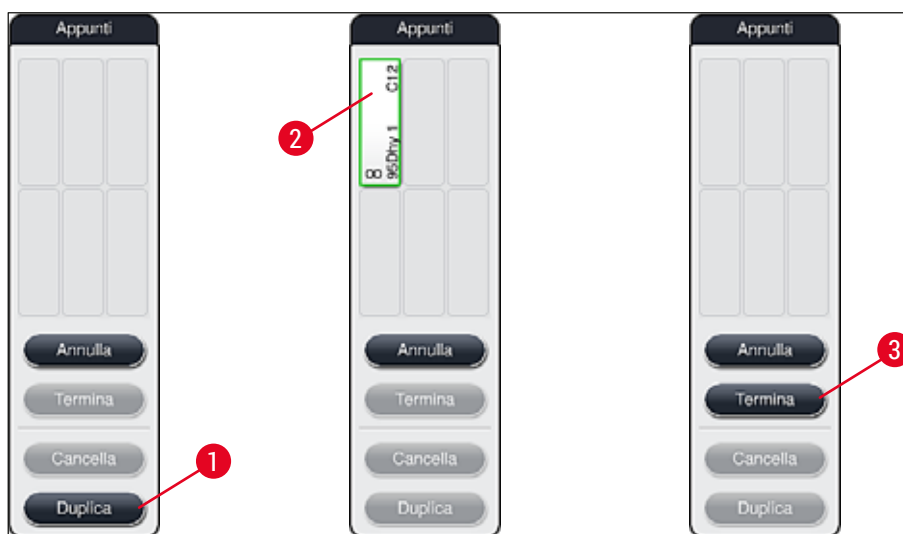

Fig. 54
2. Osservare sempre il seguente messaggio informativo e confermare con **OK**. Si apre la finestra per dei nuovi **Appunti** (→ "Fig. 54").